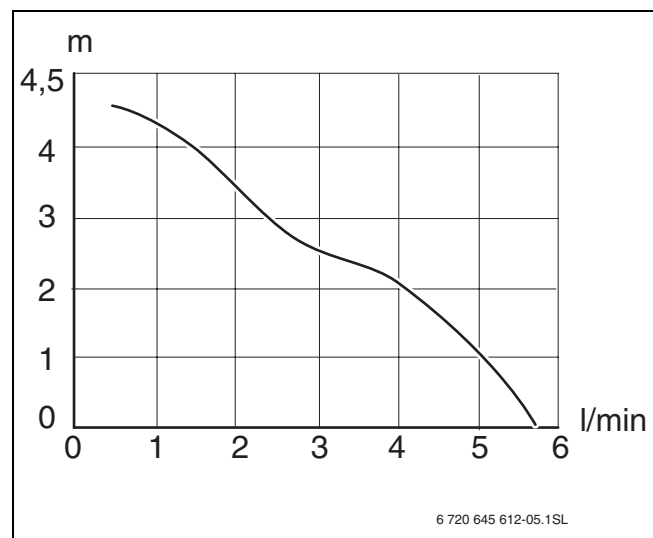
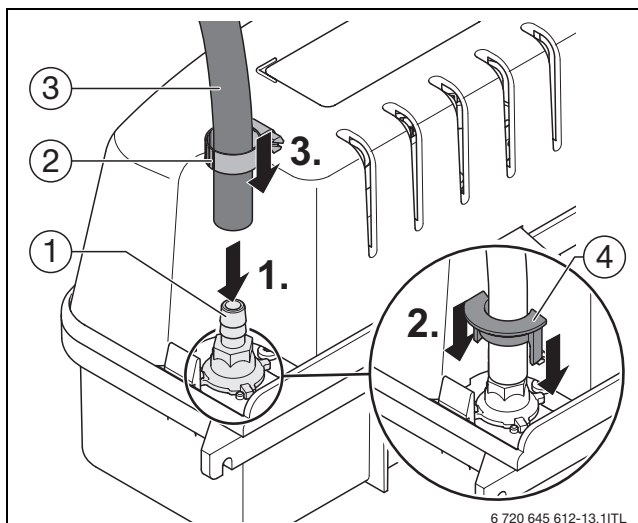
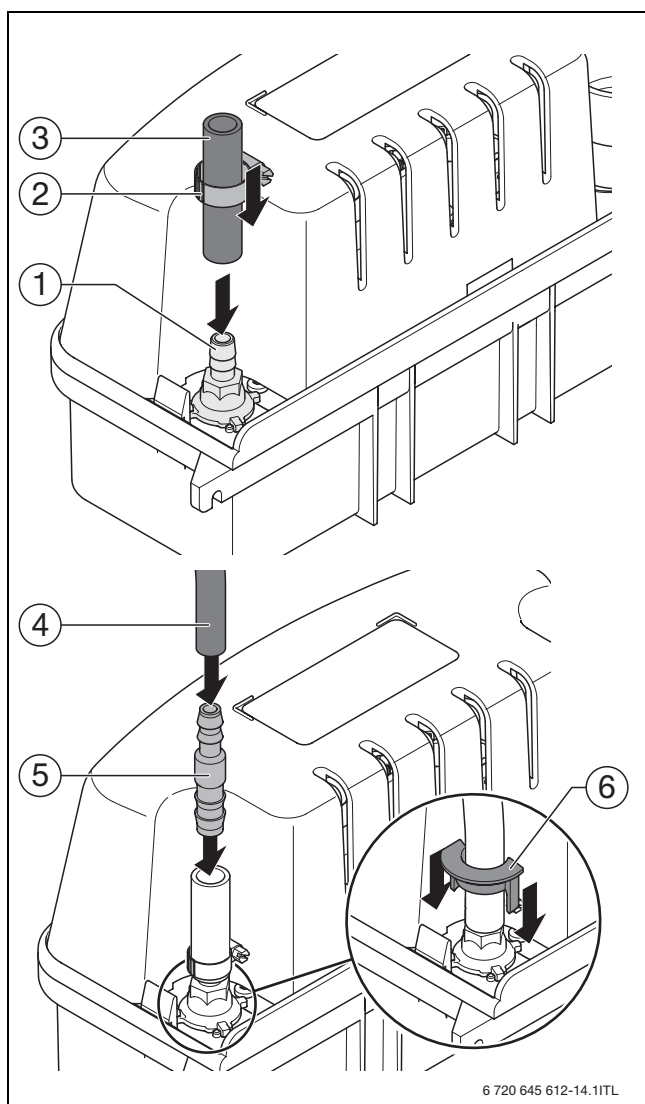
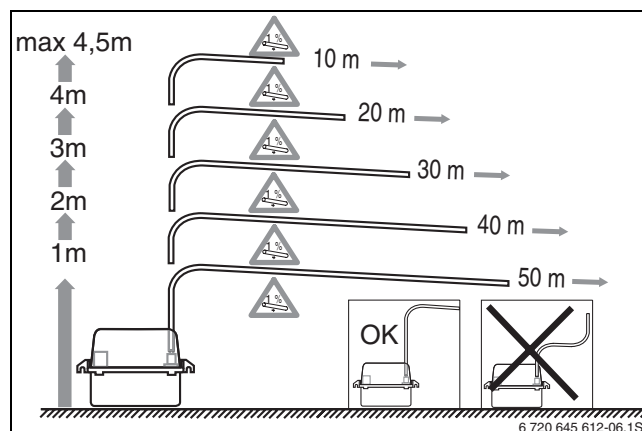

Fig. 3 Portata (l/min) in funzione della prevalenza (m)
Fig. 8 Montaggio del flessibile di scarico
Fig. 9 Montaggio del flessibile di scarico con l'adattatore
Fig. 10 Montaggio del flessibile di scarico
- Osservare una prevalenza massima di 4,5 m (→ fig. 3 e fig. 10).
- Attenersi al corretto posizionamento del flessibile con un'inclinazione di 1 % (→ fig. 10).
- Con diversi diametri dei flessibili utilizzare l'adattatore (→ fig. 9).
- Osservare la fig. 3, fig. 8, fig. 9 e fig. 10.